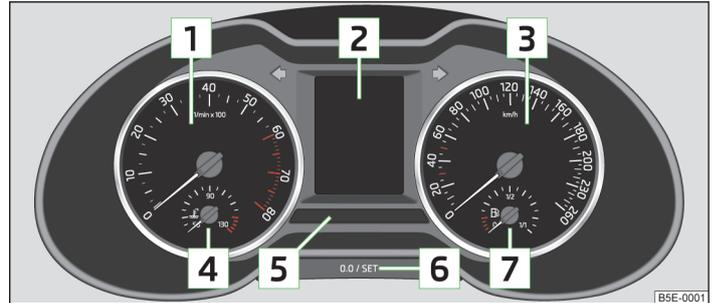

Abb. 2 Kombi-Instrument
- Betätigen Sie die Taste **6** im Kombi-Instrument » Abb. 2 auf Seite 8 niemals während der Fahrt, sondern nur bei stehendem Fahrzeug!
Der rote Skalabereich des Drehzahlmessers  » Abb. 2 auf Seite 8 kennzeichnet den Bereich, in dem das System beginnt, die Motordrehzahl zu begrenzen. Das System begrenzt die Motordrehzahl automatisch auf einen sicheren Grenzwert.
» Die Taste **[6]** » Abb. 2 auf Seite 8 kurz drücken.
- » Die Taste **[6]** » Abb. 2 auf Seite 8 drücken und gedrückt halten, bis im Display **Uhrzeit** angezeigt wird.